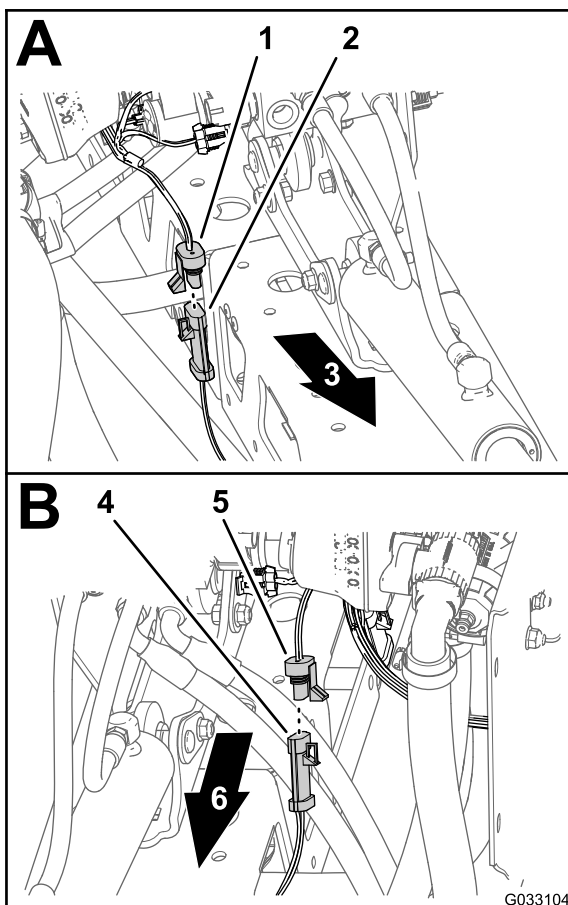

Figure 33
1. Débranchez le connecteur à 3 douilles du faisceau de rampe sonique du connecteur à 3 broches du câble du capteur ultrasonique droit (Figure 33).
- Débranchez le connecteur à 3 douilles du faisceau de rampe sonique du connecteur à 3 broches du câble du capteur ultrasonique gauche (Figure 33).